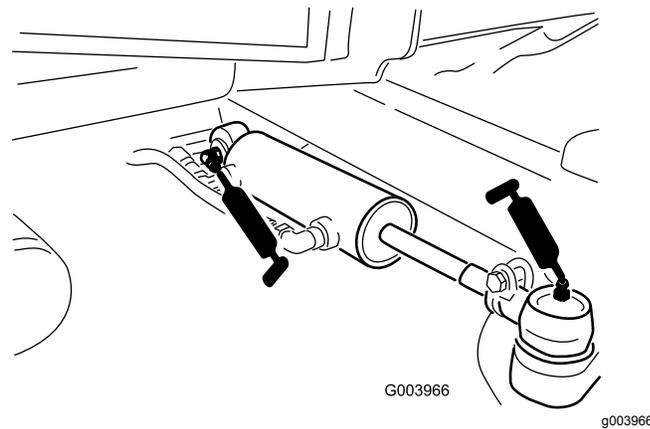

Рисунок 44
- Шаровые опоры гидроцилиндра рулевого управления (2 шт.) (Рисунок 44)